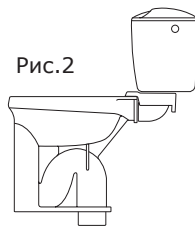

Рис.2
- тарельчатый с вертикальным выпуском без цельноотлитой полочки (рис. 2),